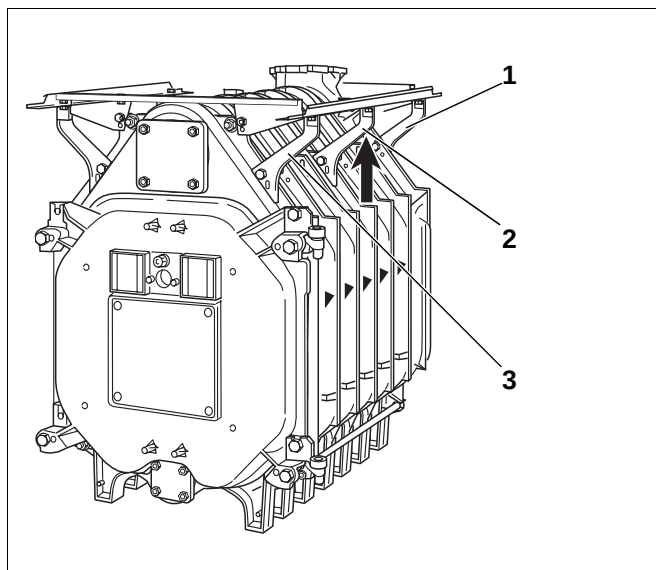

Fig. 39 Plassering av de langsgående skinnene
- Plasser de langsgående skinnene i riktig stilling og skru fast konsollene på for- hhv. bakelementet (fig. 39, **pos. 1 og 3**).
- Skyv de midtre konsollene (fig. 39, **pos. 2**) nedenfra mot de langsgående skinnene og skru dem godt sammen med kjelblokken.